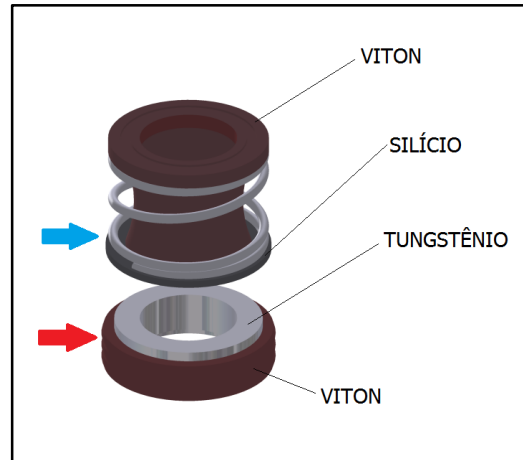
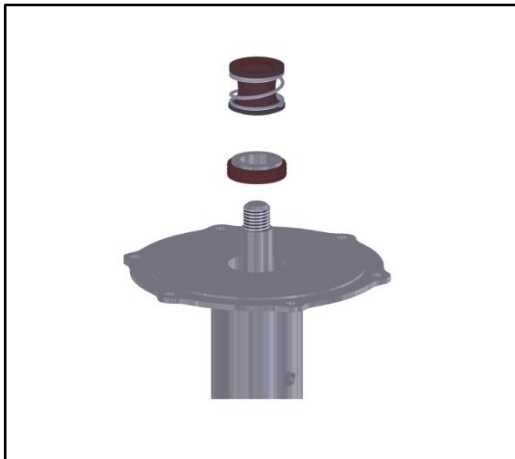

Figura 24: indicações para a inserção do selo mecânico.
Figura 25: posicionamento correto para inserção do selo.
- h) **Inverta o lado da bomba.** Para facilitar a inserção do selo mecânico em seu devido local, passe vaselina no Viton da menor parte do selo (aquela que possui tungstênio e Viton, indicada pela seta vermelha na figura 24) e encaixe-o em seu alojamento no mancal. A parte de tungstênio deve estar voltada **para cima**. Em seguida, passe vaselina do outro lado do selo, na parte de tungstênio que deve estar voltada para cima. Em seguida, passe vaselina do outro lado do selo, na parte de silício, que fica face a face com o tungstênio já encaixado (indicado pela seta azul na figura 24). Enfim, insira essa parte do selo com a parte de Viton voltada para cima e a parte de silício para baixo, como na figura 25.